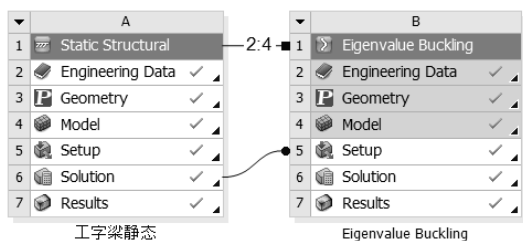

图 14-119 项目分析完成
Step1：单击 Mechanical 界面右上角的按钮，退出 Mechanical，返回 Workbench 主界面。此时主界面的项目管理区中显示的分析项目均已完成，如图 14-119 所示。